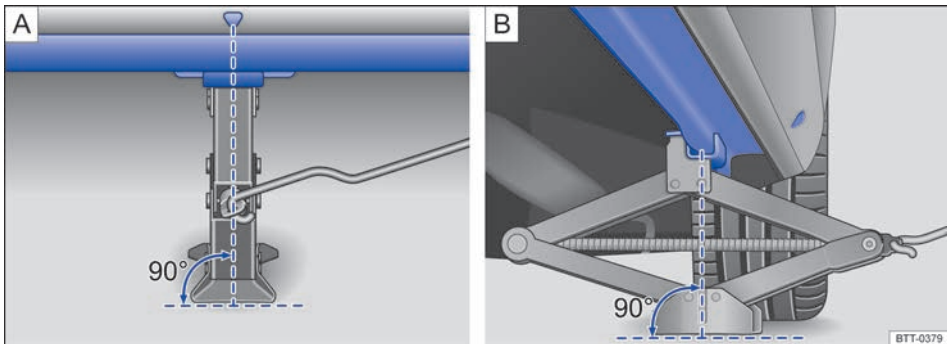

Fig. 296 Gato de tijera colocado en el lado izquierdo del vehículo, en la zona trasera.
El gato únicamente se deberá colocar en los puntos que se indican (marcas en la carrocería) → fig. 296. El punto de apoyo válido es el que se encuentra junto a la rueda correspondiente → .
6. Busque debajo del vehículo el punto de apoyo para el gato → fig. 296 que se encuentre más próximo a la rueda que haya que cambiar.
8. Asegúrese de que toda la base del gato descanse firmemente sobre el suelo y de que se encuentre exactamente debajo del punto de apoyo en vertical → fig. 296.
9. Centre el gato y siga subiéndolo con la manivela hasta que la garra sujete el refuerzo de debajo del vehículo → fig. 296.
- Coloque el gato únicamente en los puntos descritos. La garra del gato deberá sujetar bien el refuerzo del larguero inferior → fig. 296.